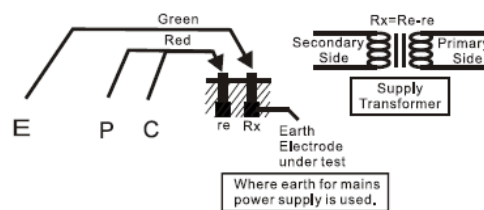

Fig.2
3. Este modelo de medición esta recomendado cuando la resistencia de tierra no tiene un valor superior de  $10 \Omega$  y se mide en caso en que no se posible poner picas. Un valor aproximativo de la resistencia de tierra se obtiene con el método de medición de 2 hilos como en la figura con Fig. 2.